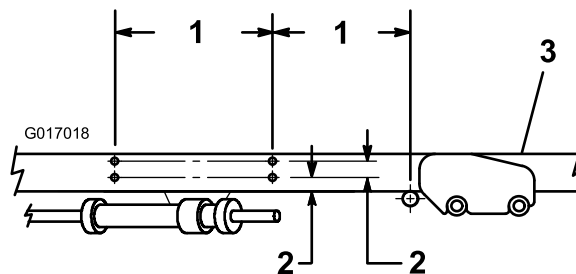

Bild 4
- Bohren Sie vier Löcher (7 mm Durchmesser) in das rechte Rahmenrohr; verwenden Sie die in Bild 4 angegebenen Abmessungen für das Markieren und Bohren der Löcher.